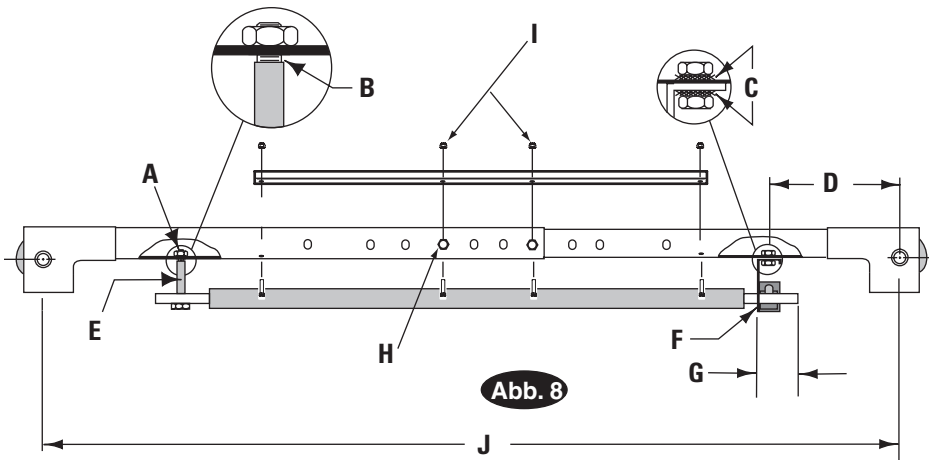
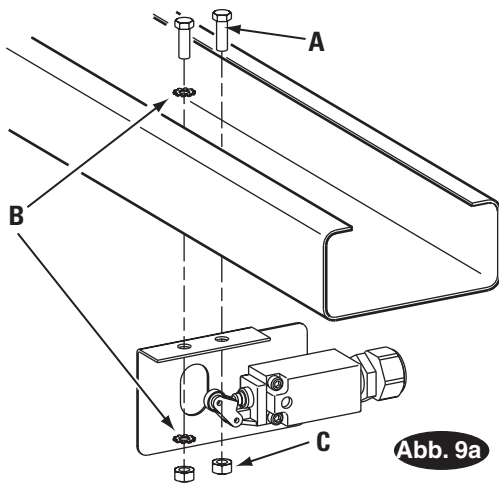

Abb. 8 Detail
Abb. 9a Detail
8. Montieren der Overheadeinheit: Overheadeinheit auf 2896 mm zwischen der Mittellinie der Laufrollen-Bolzen einstellen (Abb. 8). (2) 3/8"-16NC x 3/4" angeflanschte HHCS und angeflanschte Sicherheitsmuttern anbringen, nicht anziehen. Overhead-Versteifungswinkel in der Mitte des Overheadelements mit (4) 3/8"-16NC x 1" angeflanschte HHCS und angeflanschten Sicherheitsmuttern anbringen, siehe Abb. 8.
8a. Overheadscharter für Hebebühnen der M-Serie: Montieren Sie die Schalterbaugruppe an der Säule mit der Stromversorgungseinheit mithilfe von (2) 1/4"-20NC x 3/4" lg. HHCS, 1/4"-20NC-Muttern und 1/4" Sternscheiben, Abb. 8 und Abb. 9a.